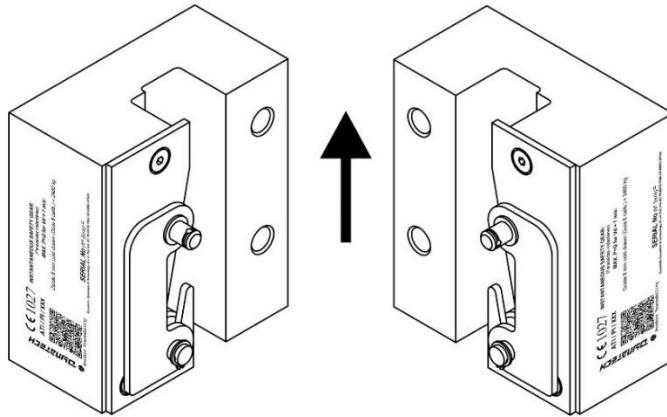

Figura 3: Dirección de la posición del montaje
**⚠️ Posición de los paracaídas:** La dirección de la posición del montaje de los paracaídas deberá ser como la que se muestra en la Figura 3.